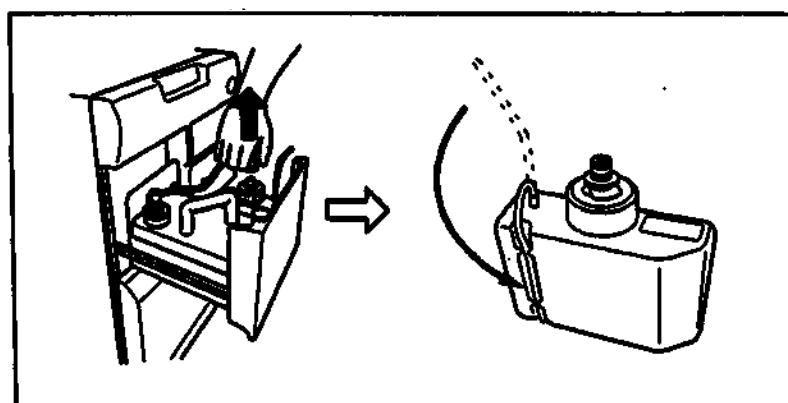

Рис. 4.83
6. Отсоедините трубку, присоединённую к крышке бака со спиртом, извлеките бак со спиртом из лотка для моющего раствора/спирта и вставьте вентиляционную трубку в проводник (см. рис. 4.83).